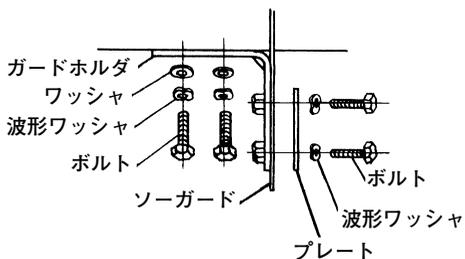

図 7
(1) まず，ガードホルダに接触予防装置(保護カバー)を取付けます。この際プレートなどを図 7 のように重ね，ボルトを締めてください。
(2) ソーガードがのこ刃と一直線状になるように，ガードホルダをテーブル後端に取付けます。